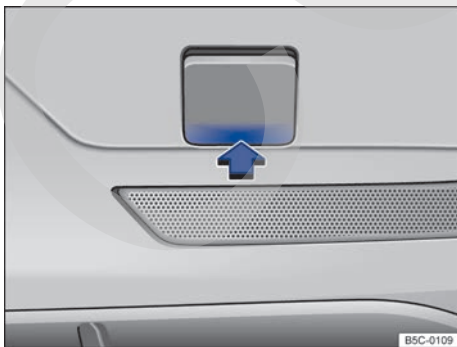

Fig. 199 En el lado derecho del paragolpes trasero: retirar la tapa.
- Presione sobre la zona inferior de la tapa → fig. 199 (flecha) para desencastrar esta.
- Introduzca la pestaña inferior de la tapa → fig. 199 en el orificio del paragolpes y presione sobre la zona superior de la tapa hasta que encastre.